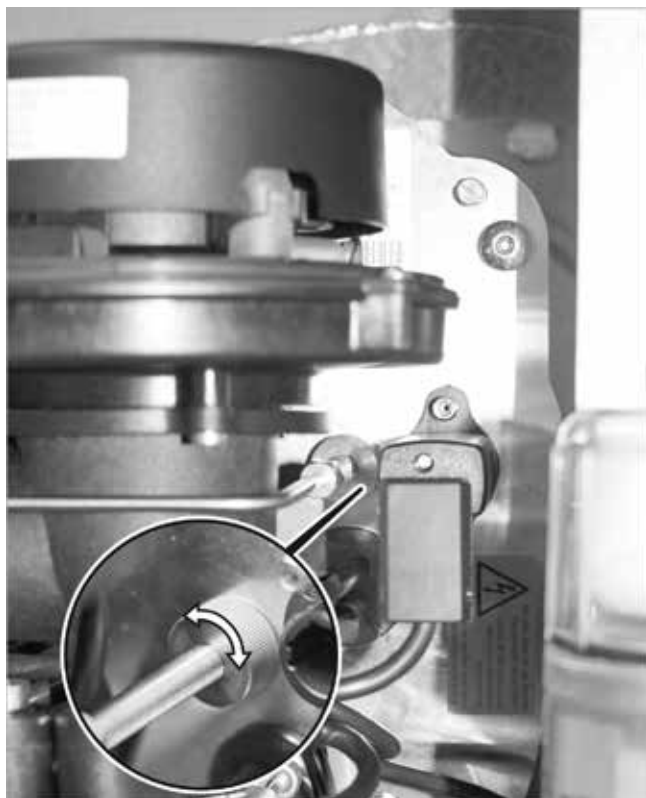

Fig. 120: Tuerca moleteada (conexión tubería de gasóleo/portatoberas)
5. Gire la tuerca moleteada del portatoberas (véase → fig. 120, pág.63) dando aprox. 2 vueltas en sentido no horario (el portatoberas se moverá "hacia atrás").
1. En la conexión de la tubería de gasóleo al portatoberas se encuentra una tuerca moleteada delante de la placa base del quemador (→ fig. 120). Con ella es posible desplazar todo el dispositivo de mezcla hacia delante o hacia atrás. La tuerca moleteada se puede desplazar hasta un punto determinado (tope del dispositivo de medición en el tubo de llamas). Ajuste la tuerca moleteada de modo que el dispositivo de mezcla esté en contacto con el tope.